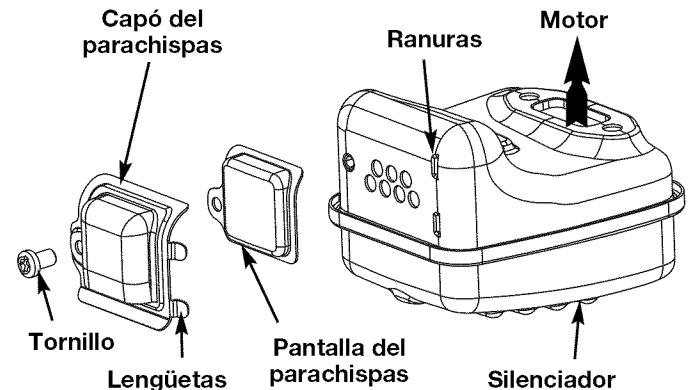

Fig. 41
2. Localice el silenciador, pero no lo quite. Busque el tornillo en la parte inferior del silenciador (Fig. 41). Quite el tornillo usando una llave torx No. 20 o un destornillador plano.